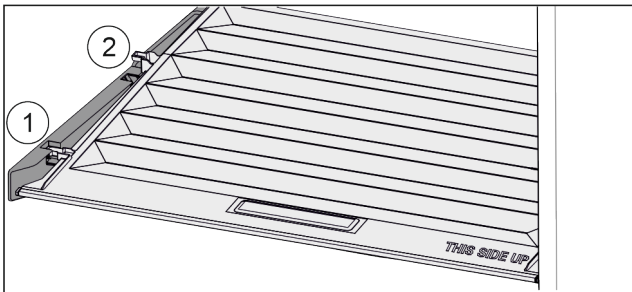

Fig. 94
- ▶ Veko potiahnite dopredu až k otvoru v prídržných dieloch Fig. 94 (1).
- ▶ Vzádu ho nadvihnite zospodu a zložte smerom nahor Fig. 94 (2).